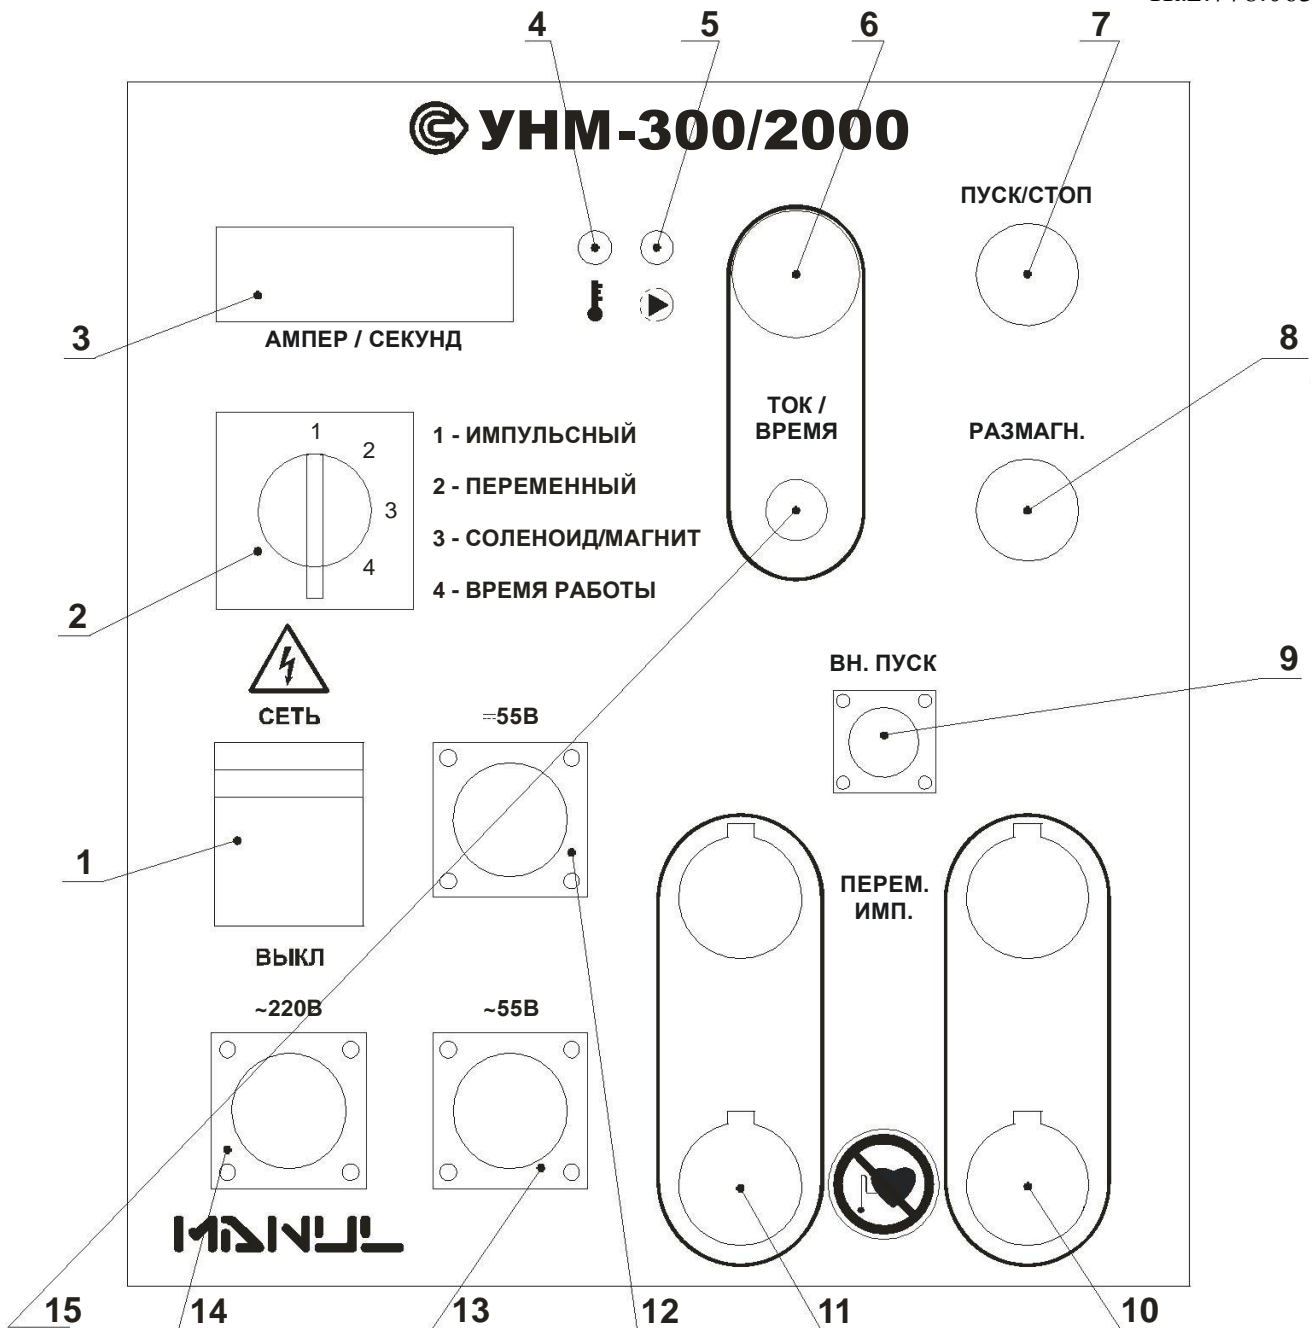

Рис.3.2. Передняя панель устройства.
3.5. Расположение и назначение элементов передней панели видно из рис. 3.2.
5.2.1. Для продольного намагничивания переменным током кабель Иаб.644.012 сечением 50 мм² подключить к разъемам поз. 10,11 на рис. 3.2.
5.2.2. Для продольного намагничивания импульсным током кабель Иаб.644.012 сечением 50 мм² или кабели Иаб.644.013 и Иаб.644.013-01 сечением 10 мм² подключить к разъемам поз. 10,11 на рис. 3.2.
4.2.3. Для циркулярного намагничивания переменным или импульсным током к разъемам поз. 10,11 на рис. 3.2 подсоединить электроконтакты Иаб.622.135 и Иаб.622.136. Разъем от кнопки подключить к разъему «ВН. ПУСК» на передней панели устройства.
5.2.4. При использовании электромагнита Иа3.254.004 его разъем подключить к разъему =55В (поз.12 на рис.3.2) для намагничивания выпрямленным током или ~220В (поз.14 на рис.3.2) для намагничивания переменным током.
5.5. Перевести переключатель режимов работы (поз.2 на рис.3.2) в положение 4 «ВРЕМЯ РАБОТЫ» и, вращая ручку «ТОК/ВРЕМЯ», установить по цифровому индикатору время намагничивания **Н**, паузы (отдыха) **П**, размагничивания **Р** в секундах (вращение ручки по часовой стрелке увеличивает время). Выбор режима осуществляется кратковременным нажатием на кнопку «ТОК/ВРЕМЯ».
Примечание: данные настройки тока и времени можно сохранить в памяти устройства, для этого необходимо нажать на кнопку «**ТОК/ВРЕМЯ**» (поз.15 на рис.3.2) и не отпуская ее кратковременно нажать на кнопку «**ПУСК**». Сохранение будет подтверждено морганием цифрового индикатора.
Если на протяжении длительного времени требуется контролировать детали с режимом намагничивания (ток, время), не требующим изменений, то его можно запомнить для использования при повторном включении устройства. данные настройки тока и времени можно сохранить в памяти устройства, для этого необходимо нажать на кнопку «ТОК/ВРЕМЯ» (поз.15 на рис.3.2) и не отпуская ее кратковременно нажать на кнопку «ПУСК». Сохранение будет подтверждено морганием цифрового индикатора.